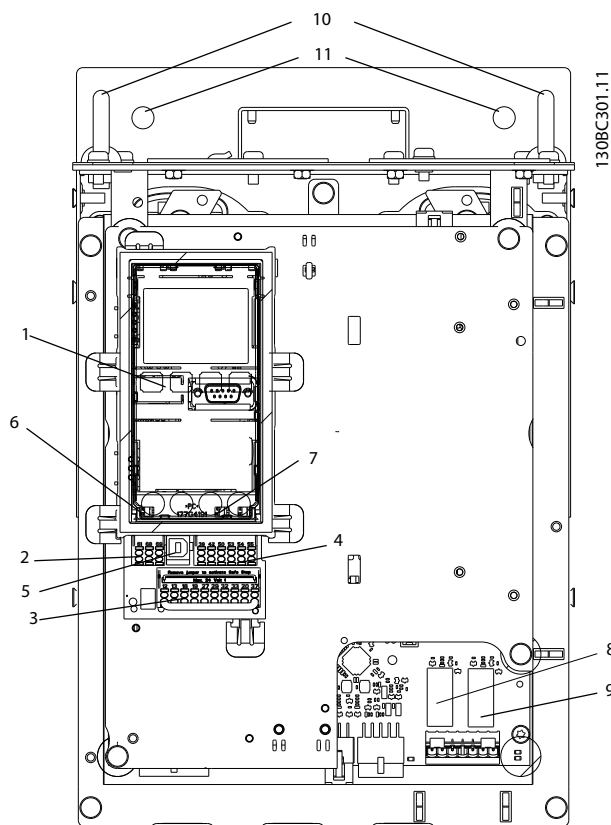

Bild 9.56 Placering av reläkontakter, pos. 8 och 9
- Ta bort alla reläkontakter som är märkta med "RELÄ". Se Bild 9.56.